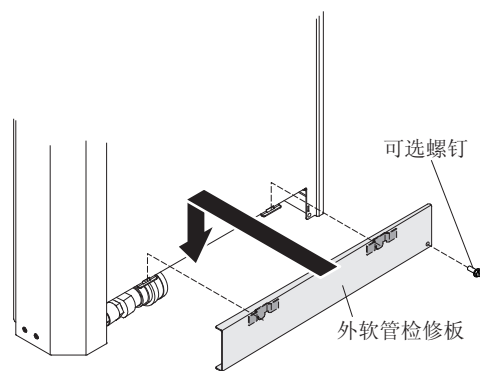

图 43. 安装外软管检修板
13. (可选) 使用 M4 螺钉将外软管检修板固定到热交换器上 (请参阅图 43)。